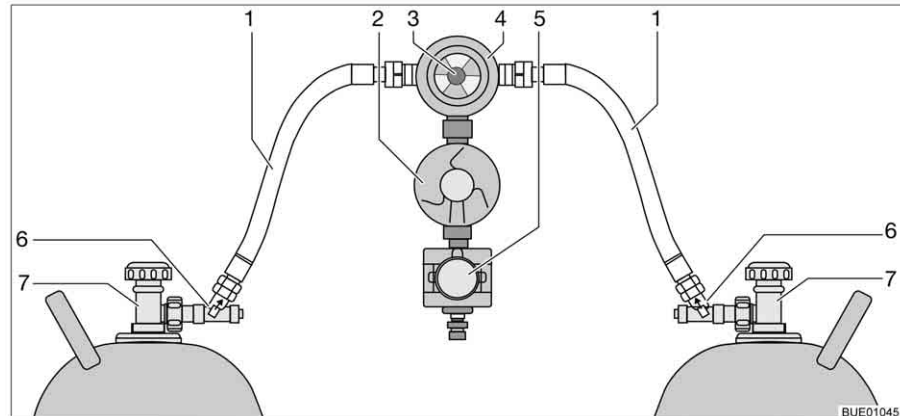

Bild 125 Crash-Protection-Unit-Umschaltanlage
Die Crash-Protection-Unit besteht aus zwei Durchflussbegrenzern mit manueller Entriegelung (Bild 125,6), einem Umschaltventil (Bild 125,4) mit Druckregler (Bild 125,2), einem Elektroventil (Bild 125,5) und der Bedieneinheit mit dreifarbigem LED. Das Umschaltventil ist zwischen den beiden Gasschläuchen (Bild 125,1) montiert.
Mit dem Drehknopf (Bild 125,3) am Umschaltventil lässt sich bestimmen, welche der Gasflaschen als Betriebsflasche und welche Gasflasche als Reserveflasche verwendet wird.
An der Bedieneinheit (Bild 126) können nur die elektrischen Funktionen geschaltet werden. Die Haupt-Absperrventile der Gasflaschen (Bild 125,7) und die Entriegelungen (Bild 125,6) müssen von Hand geöffnet werden.
- Haupt-Absperrventile an den Gasflaschen (Bild 125,7) öffnen.
- Entriegelungen (Bild 125,6) nacheinander 10 Sekunden lang drücken.
- Mit dem Drehknopf (Bild 125,3) am Umschaltventil (Bild 125,4) die Gasflasche wählen, der vorrangig das Gas entnommen werden soll (Betriebsflasche).
- Haupt-Absperrventile an den Gasflaschen (Bild 125,7) schließen.